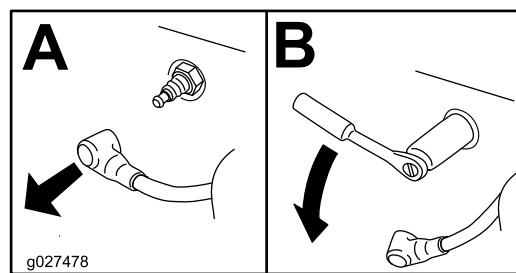

Figure 69
4. Localisez et retirez la ou les bougies comme montré à la Figure 69.